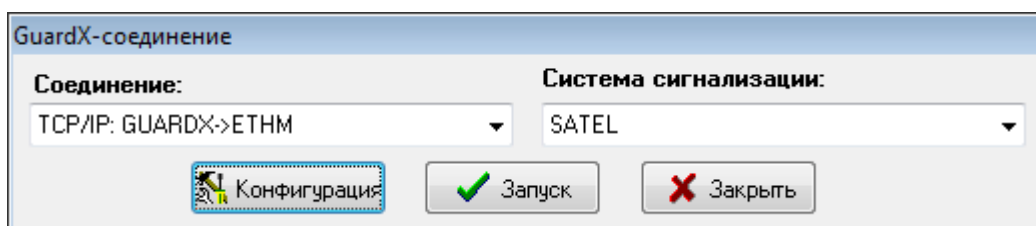

Рис. 15. ПО GUARDX: стартовое окно.
Если хотите конфигурировать настройки, связанные с соединением с системой охранной сигнализации, в стартовом окне ПО GUARDX в поле «Соединение» выберите способ осуществления связи («TCP/IP: GUARDX->ETHM», «TCP/IP: GUARDX<-ETHM/INT-GSM» или «TCP/IP: сервер SATEL») и нажмите кнопку «Конфигурация» (рис. 15).
- В стартовом окне (рис. 15), в поле «Соединение», выберите «TCP/IP: GUARDX->ETHM», затем нажмите кнопку «Запуск».
- В стартовом окне (рис. 15), в поле «Соединение» выберите «TCP/IP: GUARDX<-ETHM/INT-GSM», затем кликните по кнопке «Пуск».
1. В стартовом окне (рис. 15), в поле «Соединение», выберите «TCP/IP: GUARDX<-ETHM/INT-GSM», затем нажмите кнопку «Пуск».
1. В стартовом окне (рис. 15), в поле «Соединение» выберите «TCP/IP: сервер SATEL», затем нажмите кнопку «Пуск».